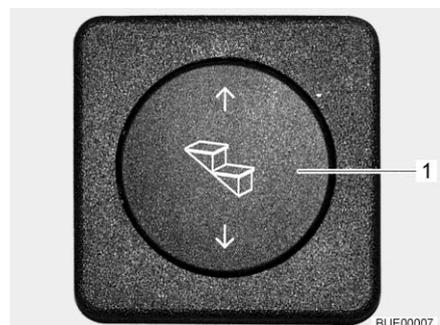

Fig. 9 Pulsador de mando escalón de entrada
- Pulsar la parte inferior del pulsador de mando (Fig. 9,1) y mantenerlo pulsado (por lo menos 3 segundos) hasta que esté completamente extendido el escalón de entrada.
- Pulsar la parte superior del pulsador de mando (Fig. 9,1) hasta que haya introducido completamente el escalón de entrada.